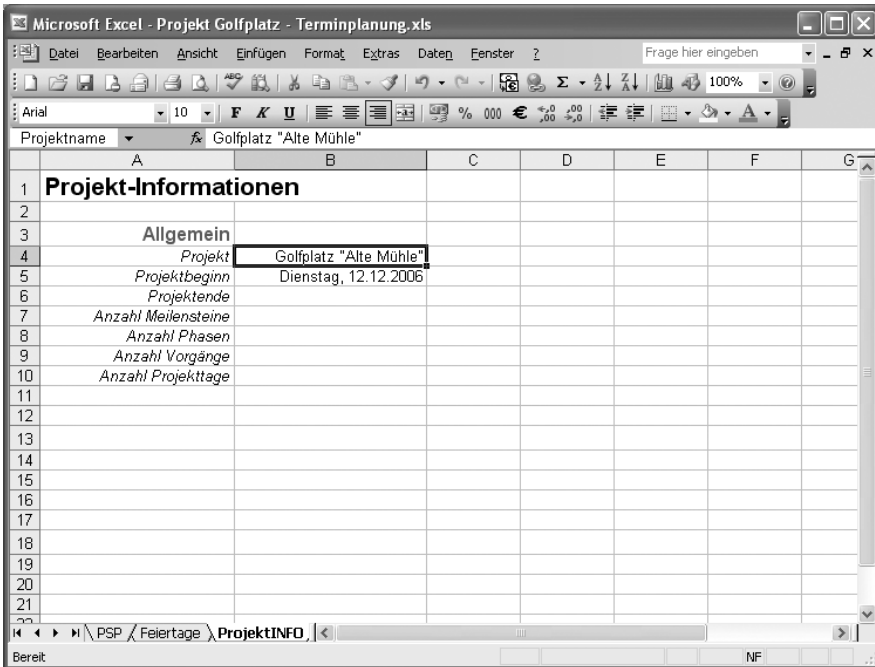

Abbildung 6.28 Die Projektinfo enthält Basisinformationen über das Projekt
- 2 Schreiben Sie in A1 die Überschrift »Projekt-Informationen«, und geben Sie in der ersten Spalte die Bezeichnungen ein (siehe Abbildung 6.28).